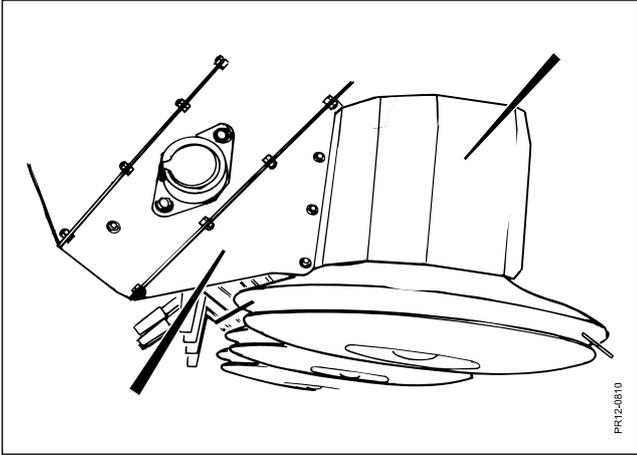

Fig. 6-1
- Fig. 6-1:** Werden bei nassem Gras verwendet. Verhindern Auswurf zur Seite. Nicht vergessen, Mitnehmer in den Ecken an den äußersten Rotoren abzubauen.